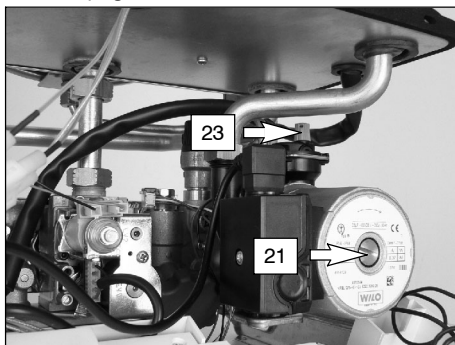

fig. 6.3
- 7 Allentare il tappo della valvola di sfiato automatico (23 in fig. 6.3).
- 11 Togliere il tappo 21 in fig. 6.3 e sbloccare la pompa ruotando il rotore con un cacciavite. Durante questa operazione sfiatare la pompa.